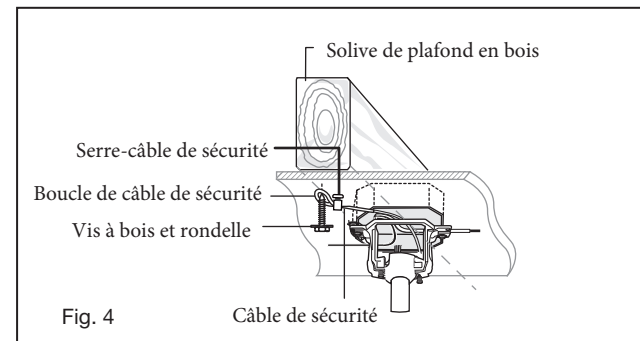

Fig. 4
REMARQUE: La languette opposée à l'ouverture du support de suspension doit s'insérer dans la fente de la boule. (Fig.4)
- 2 Connectez les fils noirs du commutateur dans le berceau A aux fils noirs dans le boîtier de commutation. Fil d'entrée chaud vers l'un des fils du commutateur du socle. Le câble d'alimentation du ventilateur est connecté au fil de commutation restant. (Fig. 4)